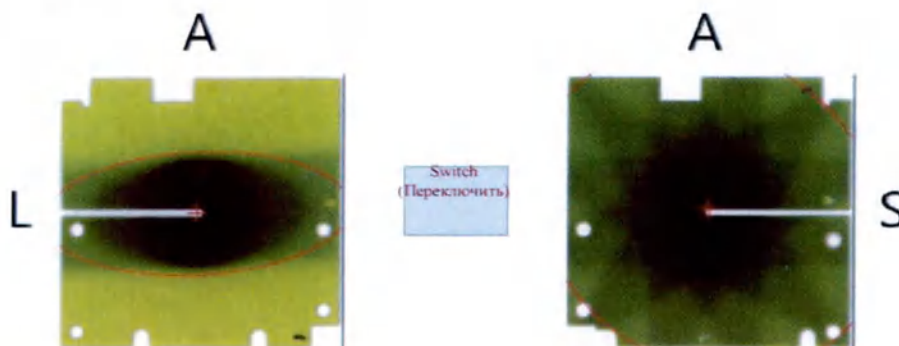

Рисунок 7-6. Исходная ориентация пленки после загрузки изображения
- Выберите необходимое изображение, щелкнув по нему, и нажмите кнопку **Open** (Открыть) (см. рис. 7-6).